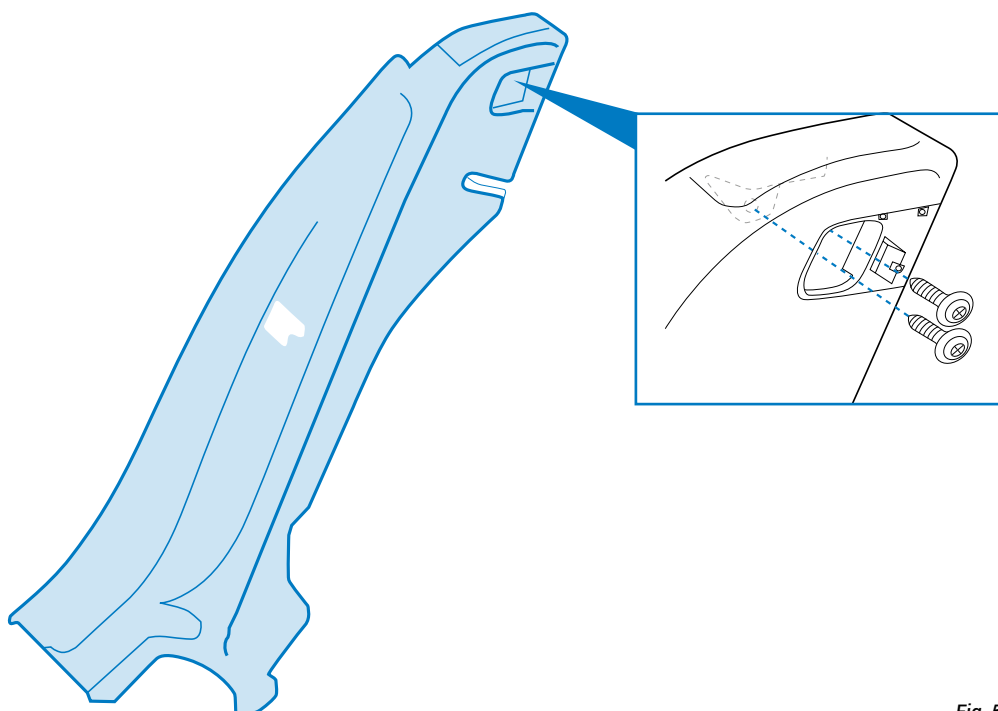

Fig. 5
6.2.3 Togliere le due viti (Fig. 5).